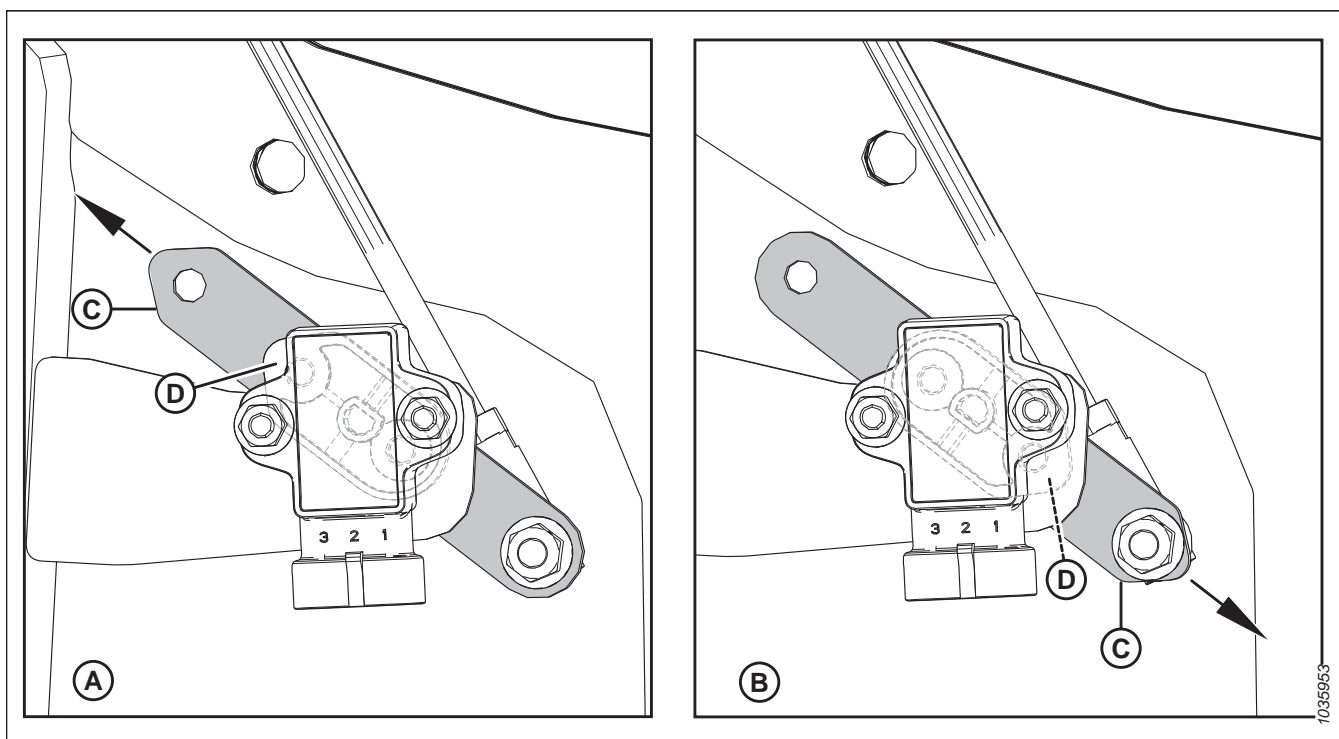

Figura 3.213: Configurações do sensor do braço/ponteiro
4. Certifique-se que o sensor do braço (C) e o ponteiro (D) estão configurados adequadamente para a sua máquina, consulte a Figura 3.213, página 172.